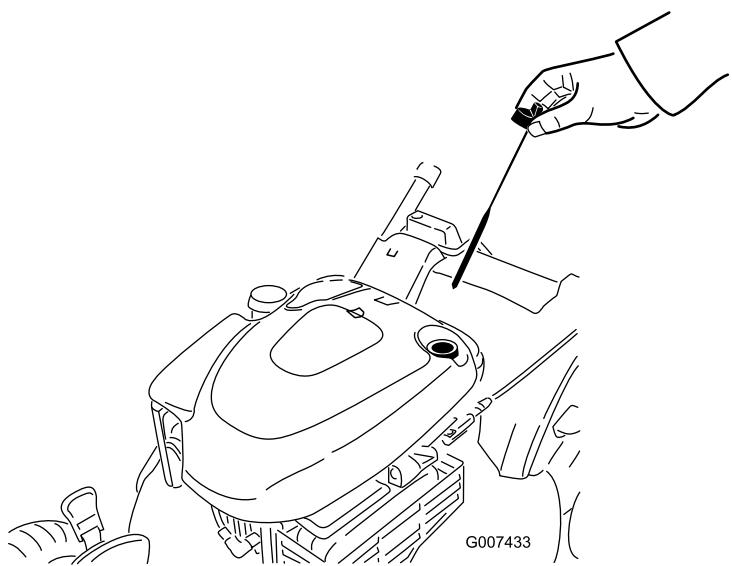

Figura 42
- Retire la varilla del tubo de llenado de aceite (Figura 42).